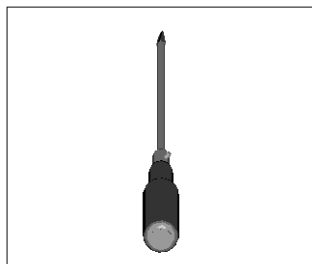

图 1-1
本例制作的旋具如图 1-1 所示。
17. 单击  按钮或者单击 View Render Render...。选择合适的材质, 最终得到图 1-1 所示的效果。